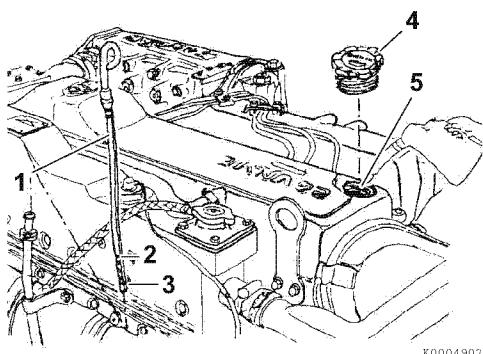

Figura 6
2. Estrarre l'astina (1, **Figura 6**) e pulire con un panno pulito.
4. Estrarre l'astina. Controllare che il livello dell'olio sia compreso tra la tacca in alto (2, **Figura 6**) e quella inferiore (3, **Figura 6**) riportate sull'astina.
1. Rimuovere il tappo del bocchettone di rifornimento dell'olio (4, **Figura 6**) dal foro di rifornimento (5, **Figura 6**) e rabboccare l'olio motore.
2. Riempire di olio fino al limite superiore dell'astina (2, **Figura 6**).